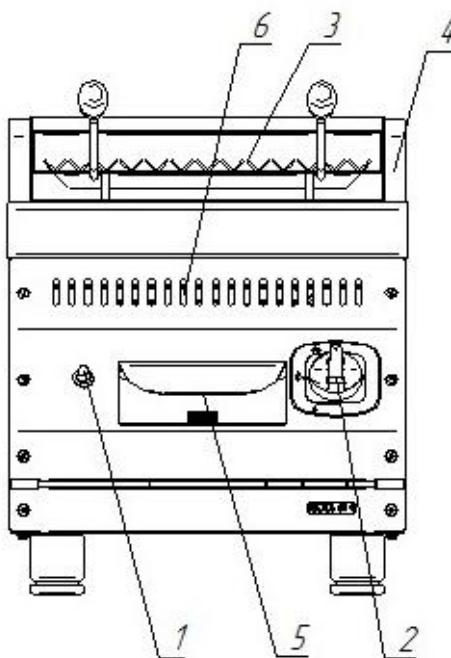

Рис. 1. Гриль
4.1. Устройство газового гриля показано на Рис. 1.
Нажмите на ручку крана горелки и поверните ее против часовой стрелки, установив символ искры зажигания \star напротив метки на панели управления (рис. 2а). Нажав до упора, одновременно произведите поджог газа при помощи пьезорозжига. Удерживайте ручку крана в течение не менее 15 секунд, после чего отпустите. После проведения вышеуказанных операций необходимо проконтролировать наличие горения газа, для чего необходимо посмотреть в смотровое окно 6 (рис.1), в котором можно наблюдать наличие пламени. Пламя должно быть устойчивым. Если пламя не горит, повторите операцию.